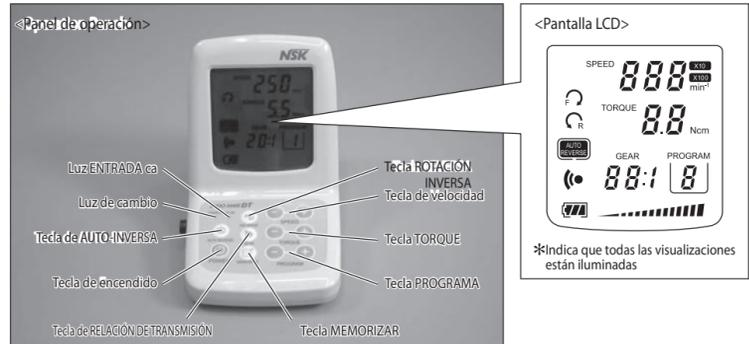

Fig. 2
*Véase la Fig. 2 "Panel de operación y pantalla LCD".</p> <p>③ Pantalla LCD
- Véase la Fig. 2 "Panel de operación y pantalla LCD".
- Se muestran los códigos de error.</p> <p>④ Conector del cable de alimentación